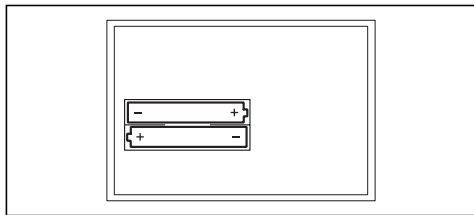

Fig. 4.2 Substituição das pilhas
- Substitua agora as pilhas (2x AAA-LR03; Fig. 4.2). Tenha atenção à polaridade correcta das pilhas.